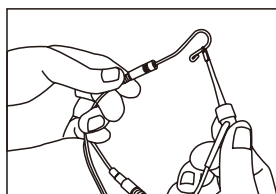

図5
- ファイルクリップとリップフックの曲がったワイヤー部分を接触させたままにし(図5)、画面に接続表示が安定的に表示されるか確認します(図6)。表示されない場合は、ファイルクリップまたはメジャリングワイヤーが損傷していますので、交換してください。